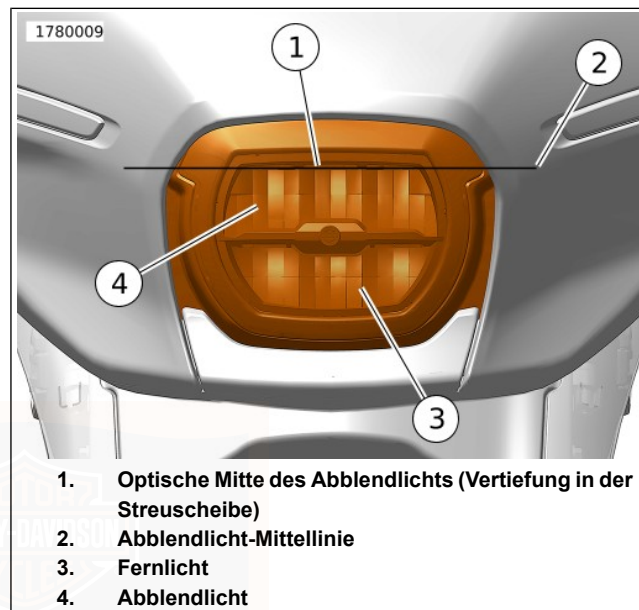

Abbildung 121. Scheinwerfer-Komponenten
Siehe Abbildung 121 . Bei LED-Scheinwerfern befindet sich das Abblendlicht hinter der oberen Streuscheibe (4).